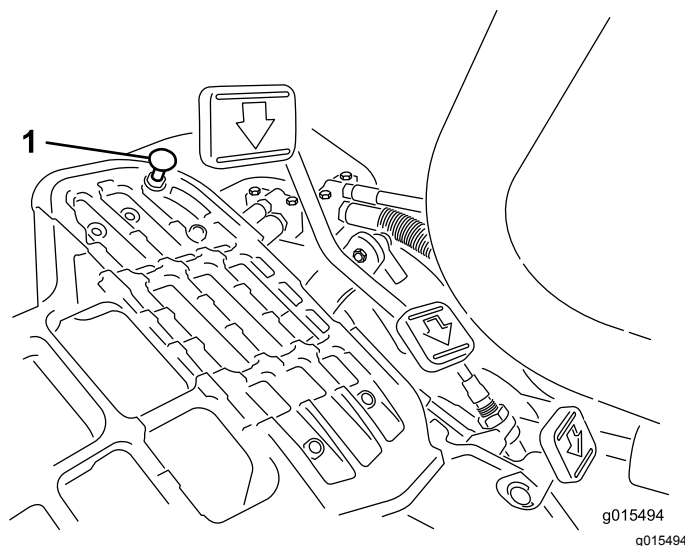

Figura 48
Carregue no pedal de tração. Se o pedal entrara em contacto com o batente (Figura 48) antes de se sentir tensão no cabo, é necessário efetuar um ajuste:
1. Desaperte as porcas de bloqueio de cabeça de flange que fixam o batente do pedal à placa inferior (Figura 48).